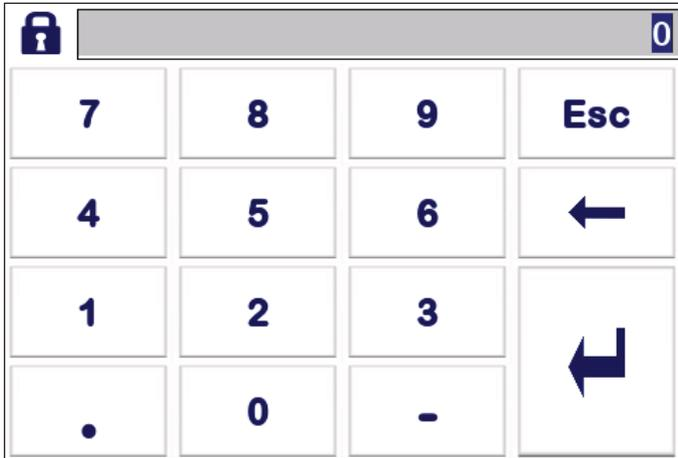

Abb. 20 Zifferntastatur für das Passwort
**Hinweis:** Wenn das System gesperrt ist, erscheint zunächst die Passwort-Zifferntastatur (Abb. 20).